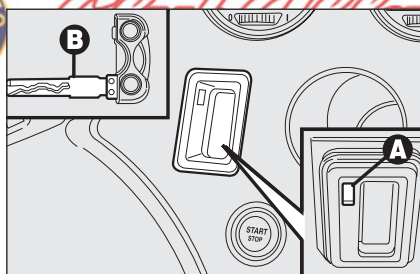

fig. 1
- ☐ inserire l’inserito metallico **B-fig. 1** della chiave elettronica nella fessura **A**;
AVVERTENZA Non introdurre nella fessura **A-fig. 1** oggetti diversi dall’inserito metallico **B** della chiave elettronica.